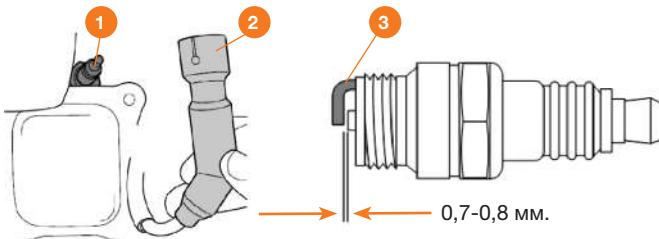

Рис. 14
1. Снимите колпачок ② свечи зажигания ① (Рис. 14).
2. Выверните свечу зажигания ① при помощи свечного ключа.
3. Проверьте свечу зажигания, замените, если она повреждена, если уплотнительная шайба в плохом состоянии или изношена электрод ③.
4. Очистите свечу зажигания от нагара металлической щеткой, измерьте зазор между электродами при помощи плоского щупа. При необходимости откорректируйте зазор, осторожно подгибая боковой электрод ③. Зазор должен быть в пределах: 0,7-0,8 мм.
6. Плотно установите колпачок ② на свечу зажигания ① (Рис. 14).